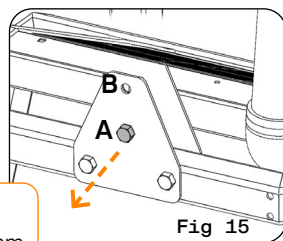

Fig 15
- FR** Retirez le boulon central (A) du support de la barre de remorquage (Fig. 15).
- ES** Retire el perno central (A) del soporte de la barra de remolque (Fig. 15).
- PT** Remova o parafuso central (A) do suporte da barra de reboque (Fig. 15).